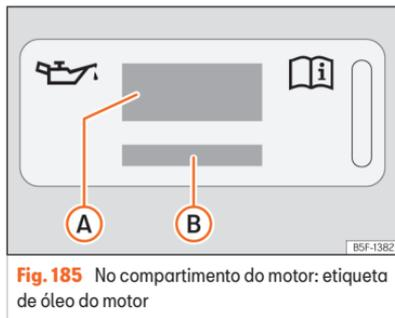

Fig. 185 No compartimento do motor: etiqueta de óleo do motor
Legenda da >>> Fig. 185:
Se tiver de adicionar óleo do motor, utilize um dos óleos indicados na etiqueta >>> Fig. 185. A etiqueta com a norma prescrita encontra-se na parte da frente do compartimento do motor
- Se faltar a etiqueta com a especificação do óleo do motor »» **Fig. 185**, contacte uma oficina especializada.